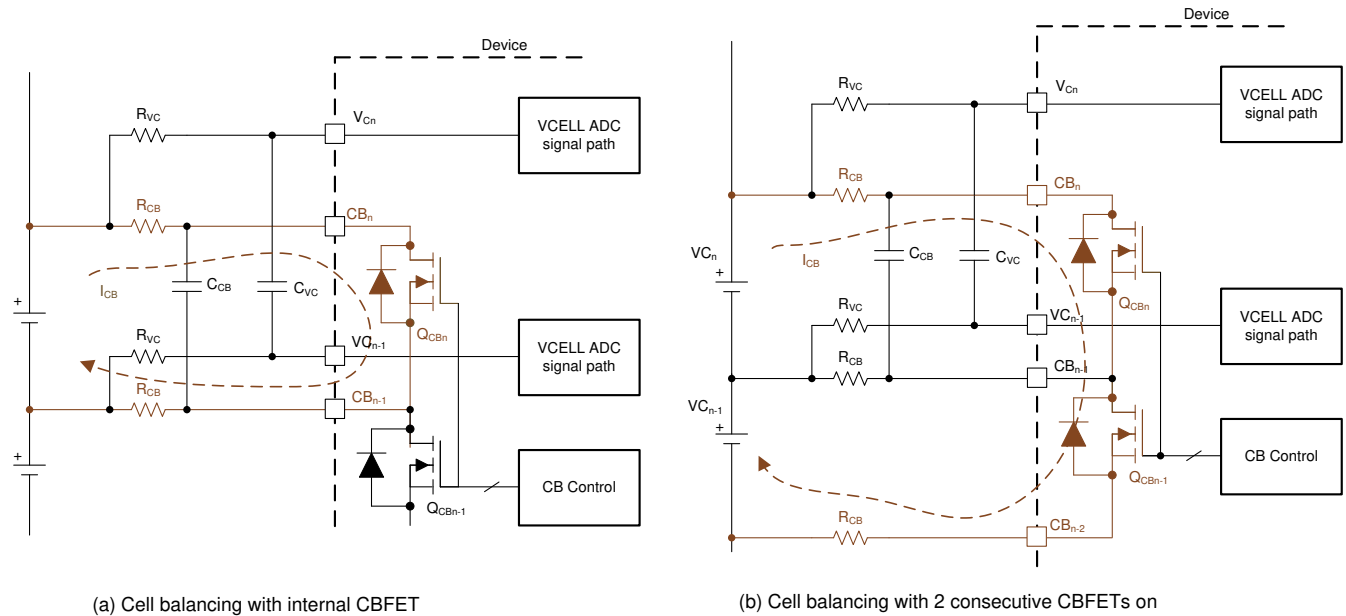

图 8-13. 内部电芯均衡和均衡电流的流动
- 无连续 CBFET 导通时的均衡 (图 8-13 (a)) :  $I_{CB} = V_{Cell} / ((2 \times R_{CB}) + R_{ds(on)_{QCB}})$
- 两个连续 CBFET 导通时的均衡 (图 8-13 (b)) :  $I_{CB} = (两个 V_{CELL} 之和) / ((2 \times R_{CB}) + R_{ds(on)_{QCBn}} + R_{ds(on)_{(QCBn-1)}})$
- 手动均衡控制 ([AUTO\_BAL] = 0)：通过该方法，器件将在接收到 [BAL\_GO] = 1 后开启具有非零均衡计时器设置的 CBFET。在电芯均衡期间不会进行奇数和偶数通道切换，并且在该控制下 BAL\_CTRL1[DUTY2:0] 设置不适用。主机 MCU 可以通过该方法启用两个连续的 CBFET，并且最多可以启用八个 CBFET。当两个连续的 CBFET 启用并且两个通道都连接到电池电芯时，与没有相邻的 CBFET 开启相比，均衡电流显著不同（图 8-13）。提供 DEV\_CONF[NO\_ADJ\_CB] 位是为了在不打算开启相邻通道以进行均衡的系统中避免无意启用相邻的 CBFET。在该控制方法中，器件依靠 MCU 来启用适当的通道。如果 MCU 发送 [BAL\_GO] = 1，但 CBFET 在无效条件下启用，则器件不会开始均衡并且会设置 BAL\_STAT[INVALID\_CBCONF] = 1。无效配置为以下任一配置：